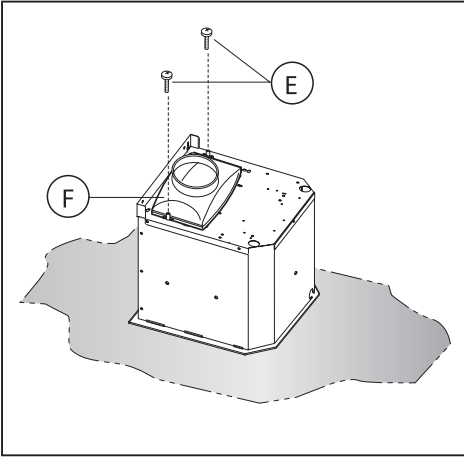

Fig.9 / 9. attēls
- Hvis produktet er udstyret med en samleflange, skal monteringen vist i Fig.9 først udføres, inden det fastgøres til rammestrukturen. Tag samleflangen **F**, og monter den i den øverste del af udsugningsdelen på emhætten med de 2 skruer **E** (Fig.9).